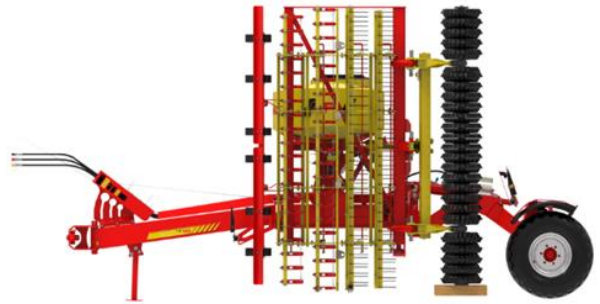

Abbildung 31
- Das Gerät muss eingeklappt und das Fahrwerk abgesenkt sein (siehe Abbildung 31).
- Das Gerät längs auf den Tieflader absetzen (siehe Abbildung 31).